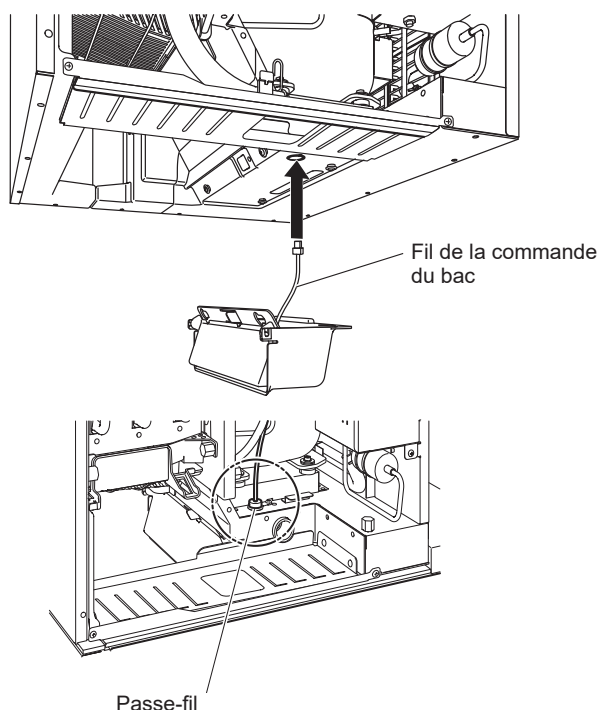

Fig. 5
6) Faire passer le fil de la commande du bac par l'orifice situé à la base, puis dans le passe-fil fourni. Voir fig. 5.